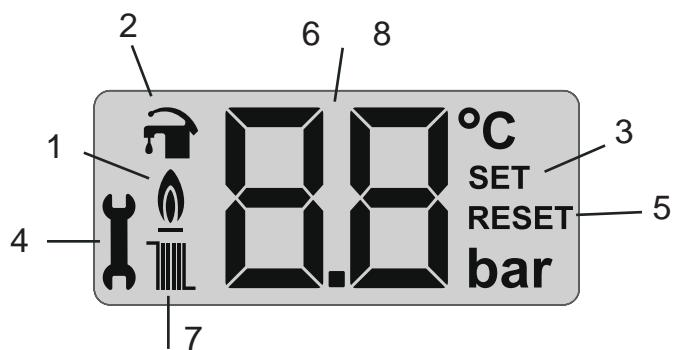

Рис. 3. Дисплей панели управления.
Котел начинает работать в режиме отопления (OB) после поступления на блок управления команды от датчика температуры OB (поз.) или от комнатного термостата (дополнительная опция). О поступлении такой команды предупреждает индикация работы в режиме отопления (поз. 7 – рис. 3). На дисплее (поз. 6 – рис. 3) высвечивается текущая температура теплоносителя, подаваемого в систему отопления. В этом режиме циркуляционный насос прокачивает теплоноситель через систему отопления (через батареи). В режиме отопления на дисплее высвечивается текущая температура теплоносителя подаваемого в систему отопления.
О поступлении такой команды предупреждает индикация работы в режиме ГВС (поз. 2 – рис. 3). На дисплее (поз. 6 – рис. 3) высвечивается температура воды в контуре ГВС. В этом режиме циркуляционный насос прокачивает теплоноситель через вторичный теплообменник и котел работает только для нагрева хозяйственной воды. Напор воды в кране ГВС напрямую зависит от напора холодной воды на входе в котел. В режиме ГВС на дисплее высвечивается текущая температура горячей воды на выходе из теплообменника.
В случае возникновения неисправности (см. «Коды ошибок» п. 6.2.) на ЖК-дисплей выводится код ошибки (поз. 6 – рис. 3) и будет мигать индикация неисправностей на панели управления (поз. 3 – рис. 3).